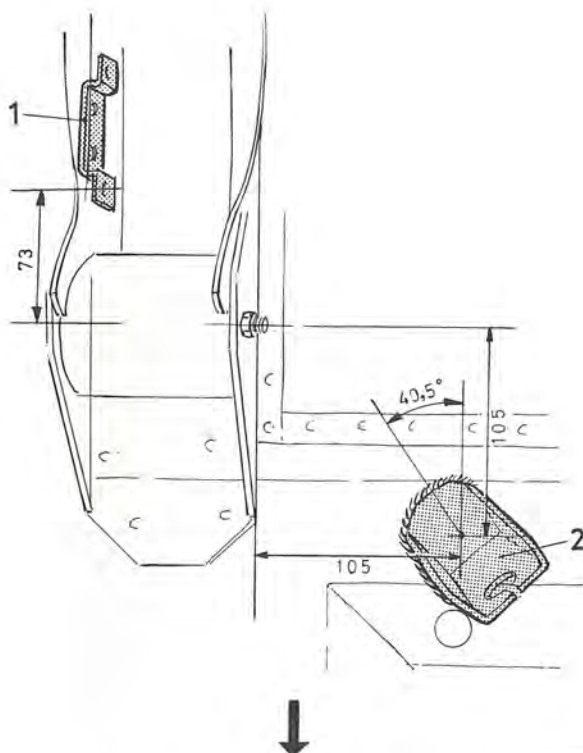

Bild 103. Placering av fästen
2. Märk upp läge för främre fästen (2) på golvpartiet med utgångspunkt från centrum av bärarmarnas fästbultar, se bild 103. Rengör från underredsmassa på de aktuella ställena. Sätt fästena på plats enligt bild 103 och fäst dem med elsvets.
3. Borra ett hål med diametern 4,3 mm i längdled placerat 73 mm från centrum av bulten och i höjdled så att konsolen (1) kommer cirka 2 mm från bärarmens nedre förstärkningskant. Använd konsolen som mall och borra hål för den bakre fästskruven. Upprepa förfarandet på den andra sidan. Skruva fast konsolerna.